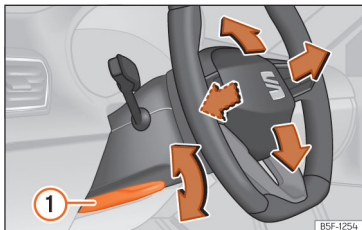

Abb. 62 Hebel auf der linken unteren Seite der Lenksäule.
• Hebel »» [Abb. 62] ① nach unten schwenken, Lenkrad in die gewünschte Position bringen und Hebel wieder bis zum Schließpunkt nach oben drücken.
• Den Hebel »» [Abb. 62] ① nach dem Einstellen immer fest nach oben schwenken, damit das Lenkrad während der Fahrt nicht unbeabsichtigt seine Position verändert.